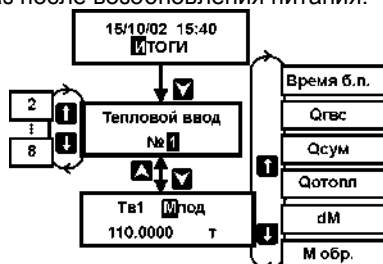

Рисунок 18 – Порядок действий по просмотру информации на дисплее
1. Установить кнопками **↑** или **↓** пункт меню 1–ого уровня **ИТОГИ** (рисунок 18);